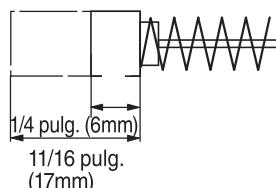

Fig. 30
3. Inspección de las escobillas (Figs. 30 y 31)
Por lo tanto, inspeccione periódicamente las escobillas y reemplácelas cuando se hayan desgastado hasta min 6mm mostrada en la Fig. 30.
Las escobillas podrán extraerse fácilmente después de haber quitado las tapas de los portaescobillas (consulte la Fig. 30) con un destornillador de punta plana.
Cuando cambie las escobillas de carbón, utilice solamente las escobillas metabo HPT de su nº de código 383202 (vea la Fig. 30).